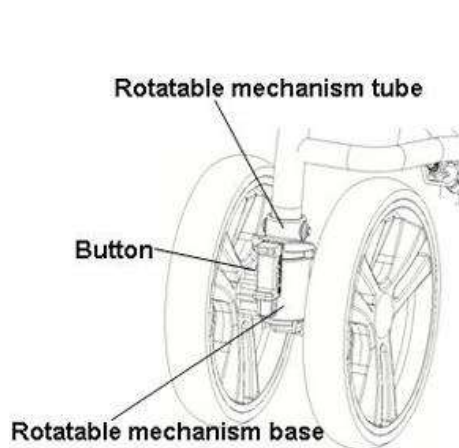

Figure 4
1. Wanneer de richtingsknop omhoog wordt getrokken en in de vaste buis wordt vergrendeld, zijn de voorwielen geblokkeerd, zoals weergegeven in afbeelding 4.